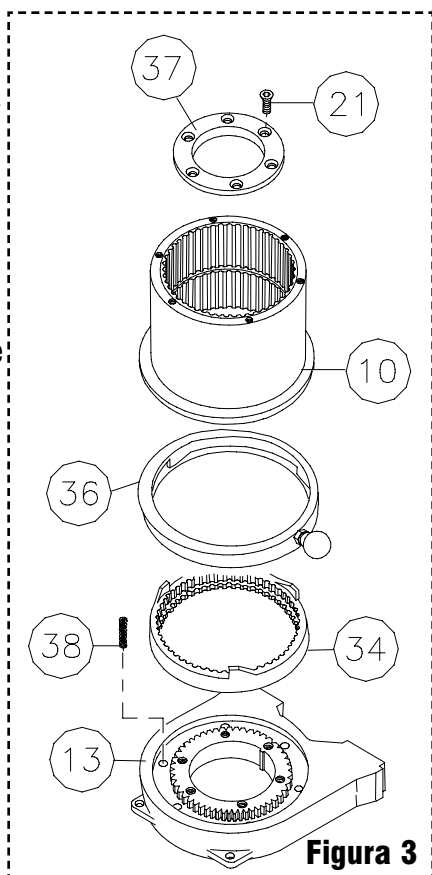
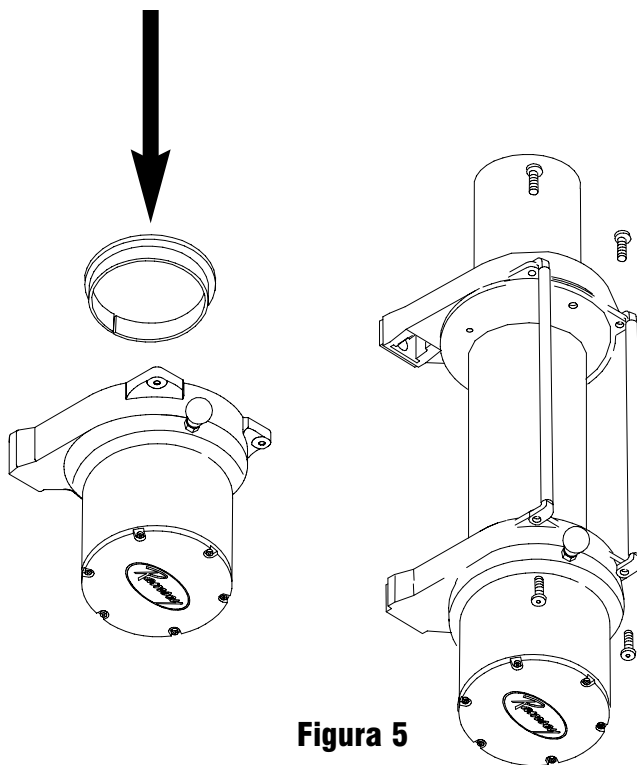

Figura 3
Figura 5
8. Ensamble de nuevo la Caja de Engranajes como se muestra en la Figura 3. Asegúrese que el anillo retén esté colocado con el indicador de parada en el punto marcado. Los tornillos (ítem #38) del retenedor deben apretarse a 40-45 in-lbs. No los apriete demasiado.
9. Coloque la Caja de Engranajes sobre los engranajes apilados que usted quitó en el paso 3. Con cuidado coloque la caja sobre los engranajes, girándola según se requiera para hacer coincidir los engranajes planetarios con el engranaje anular en la caja. Una vez que estén todos dentro de la caja, voltee el conjunto. Alinee la Tapa de la Caja de Engranajes y la empacadura con los orificios en el engranaje anular. Coloque los (6) tornillos que sostienen la Tapa de la Caja de Engranajes a la Caja. Apriete en forma segura.
11. Voltee la Caja de Engranajes y colóquela en la mesa de trabajo con la Tapa hacia abajo. Véase la Figura 5.
13. Coloque las barras de sujeción en el motor y engranaje y sujételas utilizando (4) tornillos. Apriete en forma segura.